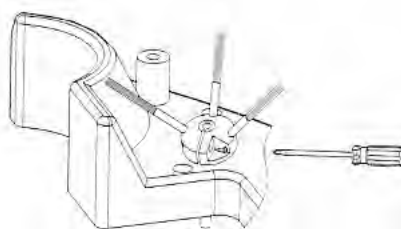

Fig. 2
2. Tournez la brosse latérale jusqu'à ce que vous puissiez insérer le tournevis, puis desserrez la vis (Fig. 2). Sortez la brosse usagée et remplacez-la par une neuve.